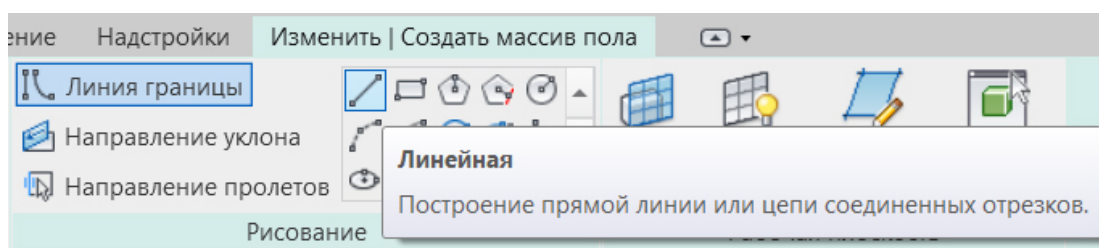
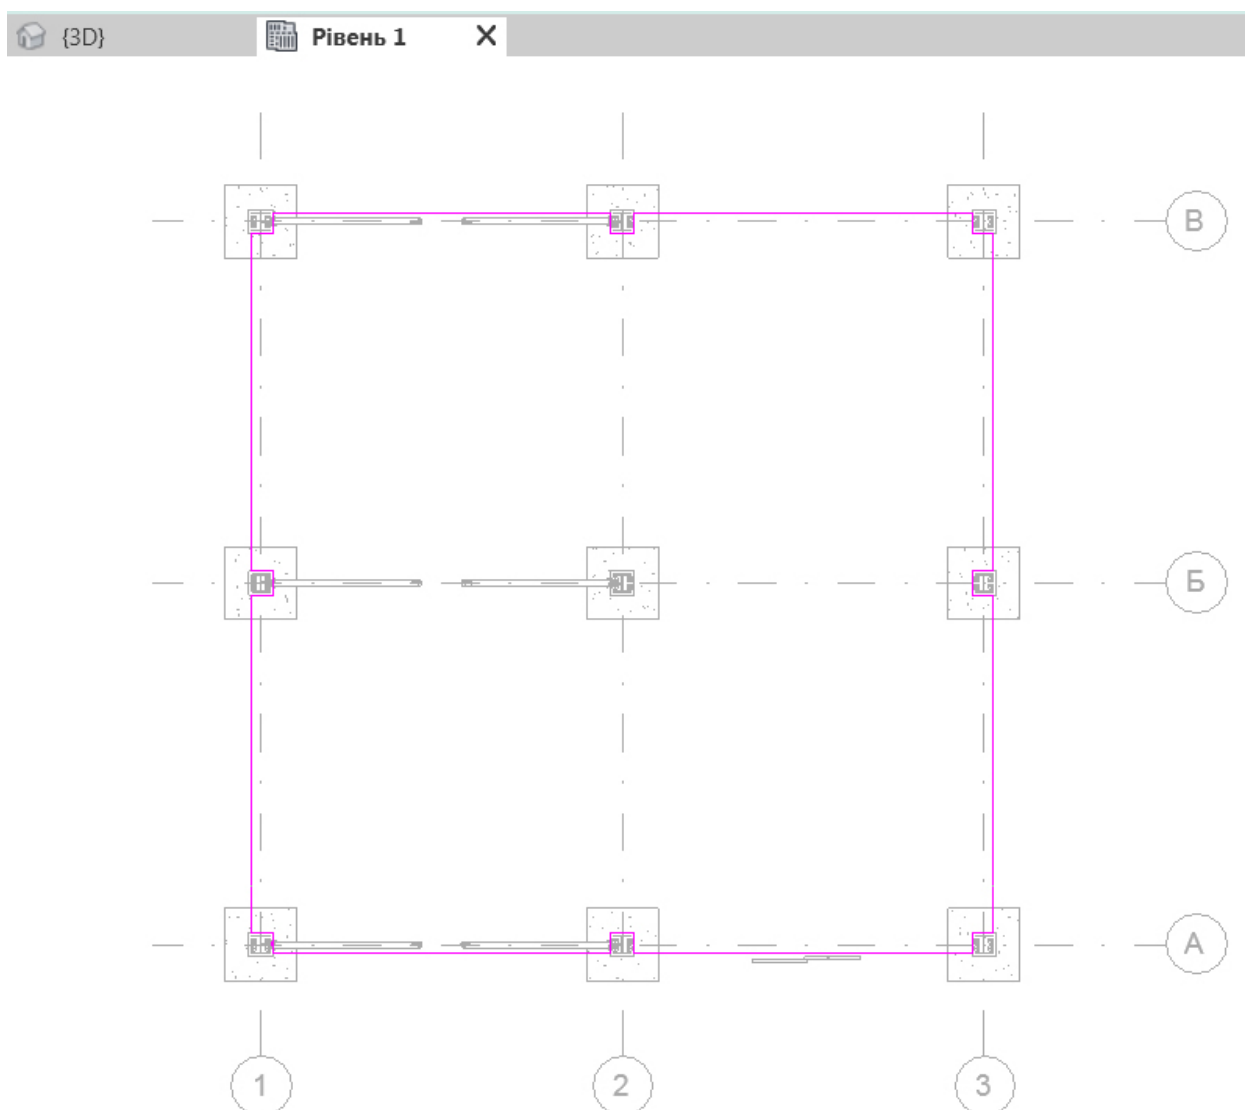

Рис. 9.1
Рис. 9.2
5. Серед з'явившихся на стрічці кнопок у розділі *Рисование* обираємо кнопку *Линия* (рис. 9.1) і наводимо контур плити як показано на рис. 9.2.